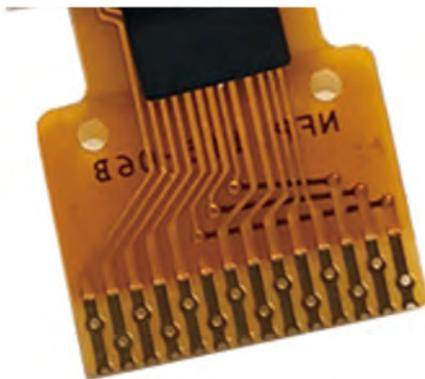

图 10-78 半孔焊接金手指
- (1) 过孔直径建议不小于 0.3mm。
- (2) 半孔孔中心需设计在板框线正中心。
- (3) 焊接金手指建议每个焊盘上打 2 个过孔，且板内过孔要错开，不能制作成一排。半孔焊接金手指如图 10-78 所示。
- (4) 独立半孔建议设计椭圆形焊盘，并保证板内焊盘剩余宽度在 0.3mm 以上。